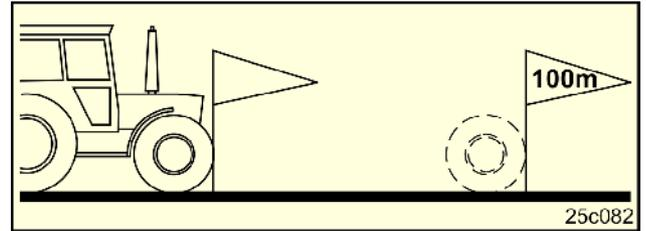

Fig. 29
- Medir sobre el campo un recorrido de medición de exactamente 100 m. Marcar el punto inicial y el final del recorrido de medición (Fig. 29).